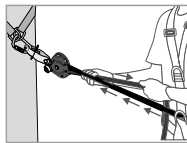
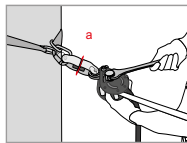

Fig 3
Fig 4
Zodra de veiligheidslijn is geïnstalleerd, moet de spanning vooraf worden gecontroleerd door handmatig aan het touw te trekken (aan de kant van de eindknoop — fig. 3). De kam (8) en de klemhendel (4) moeten automatisch in contact komen met het touw. Haal de klemhendel (4) naar beneden en pas door middel van een aangepaste sleutel het zolang spanning toe op de as voor de spanningsinstelling (1) tot de spanningsindicatorring (a) op de spanningsindicator (2) vrij ronddraait (fig. 4). Zodra de spanningsindicatorring vrij ronddraait DEZE NIET VERDER AANDRAAIEN! Dit komt overeen met een voorspanning op de lijn van ongeveer 0,5 kN. Controleer tijdens het gebruik deze spanning regelmatig (rotatie van de spanningsindicatorring) en stel deze indien nodig af zoals hierboven beschreven.